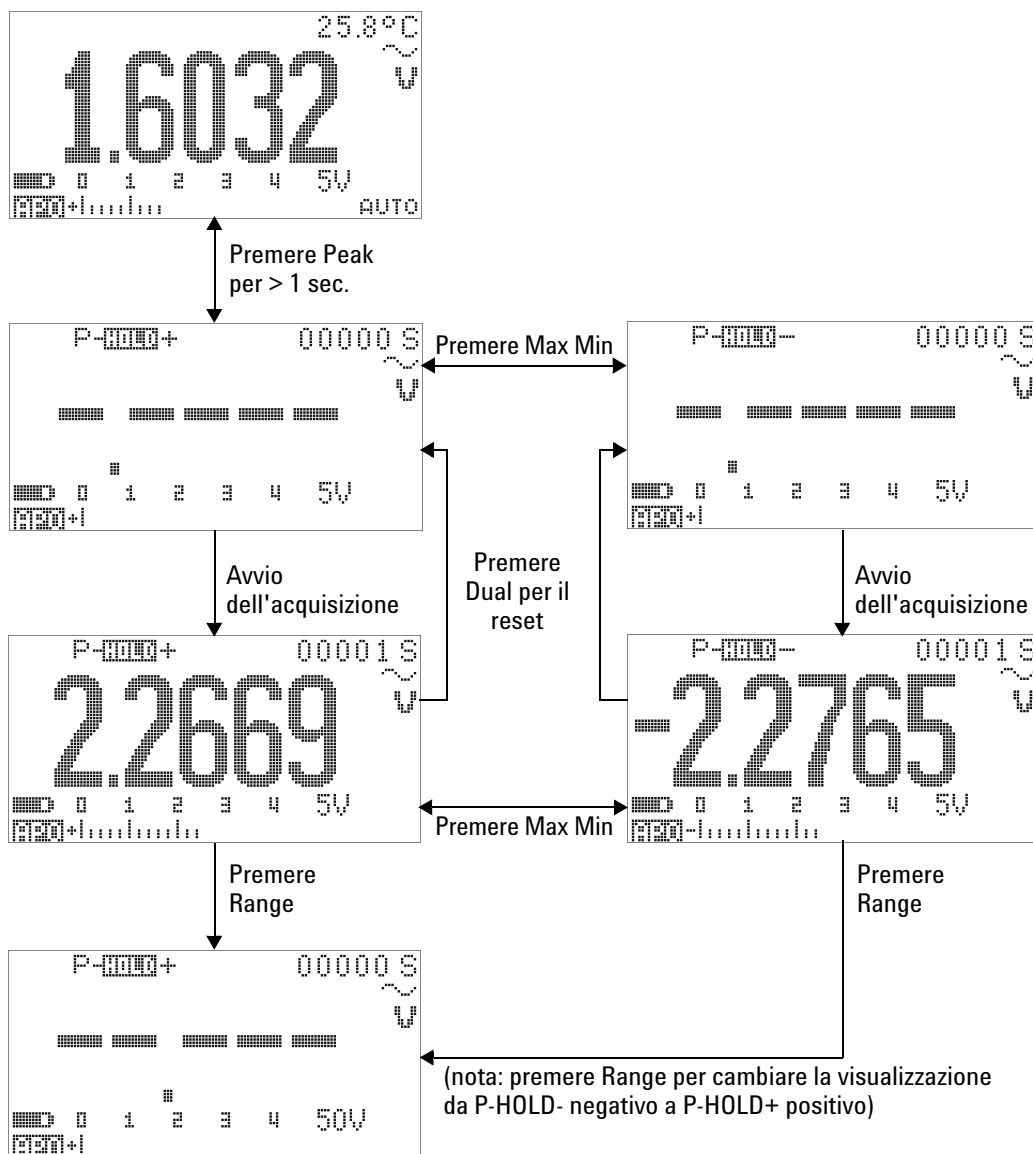

Figura 3-7 Funzionamento in modalità Peak Hold 1 ms
- 4 Nell'esempio di misurazione nella Figura 3-7 a pagina 72, il fattore di cresta sarà $2,2669/1,6032 = 1,414$.